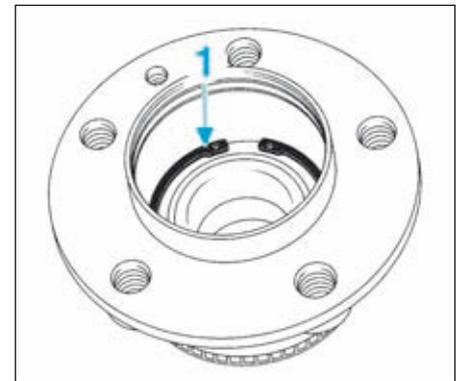

FIG.32
- Déposer le circlips (1) (Fig.32).